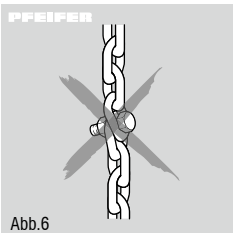

Abb. 6
- Lastkette nicht knoten oder mit Bolzen, Schraube, Schraubendreher oder ähnlichem verbinden. Fest in Hebezeuge eingebaute Lastketten dürfen nicht instandgesetzt werden (Abb. 6).